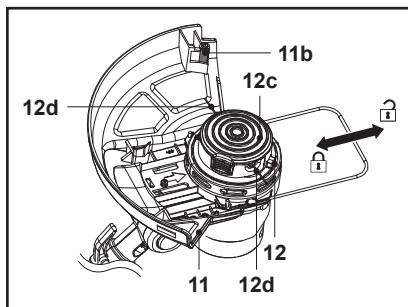

Fig. 21
1. Rode a cabeça do aparador (12) ao contrário.
2. Prima o botão de pressão de libertação (12g) enquanto puxa os fios do aparador (12d). A bobina do aparador (12c) liberta os fios do aparador (Fig. 21).